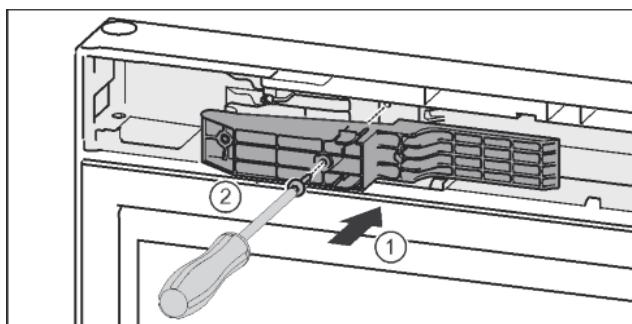

Fig. 47\*
- Вставить деталь адаптера в отверстие на стороне ручки.\* Fig. 47 (1)
- Затянуть винты отверткой T15.\* Fig. 47 (2)